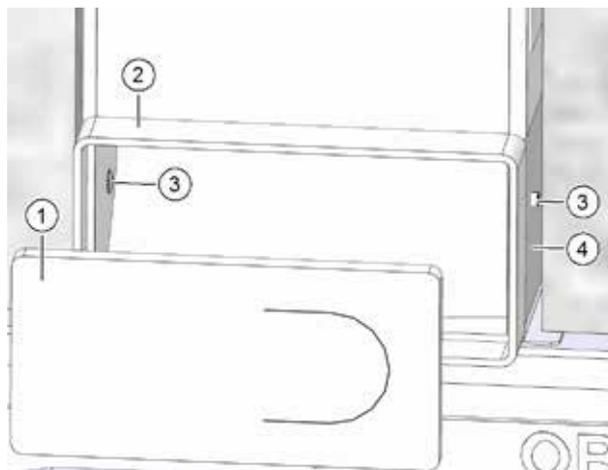

Fig. 21: Rivettare alla piastra di fissaggio l'allacciamento per tubo flessibile
- ▶ Rimuovere il coperchio di protezione dall'intonaco per l'allacciamento per tubo flessibile (pos. 1 nella Fig. 21).
- ▶ Con la rivettatrice fissare l'allacciamento per tubo flessibile (pos. 2 nella Fig. 21) con due rivetti ciechi (pos. 3 nella Fig. 21) alla piastra di fissaggio (pos. 4 nella Fig. 21).
- ▶ Reinscrivere il coperchio di protezione dall'intonaco (pos. 1 nella Fig. 21) nell'allacciamento per tubo flessibile (pos. 2 nella Fig. 21).